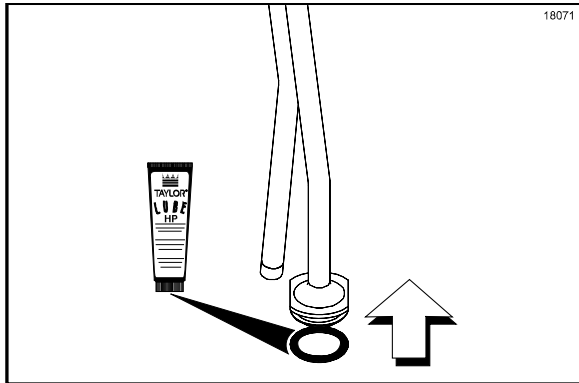

Figure 93
8. Lubrifier et installer le joint torique d'un pouce dans la fente se trouvant sur le tube d'évacuation (Cf. Figure 93).